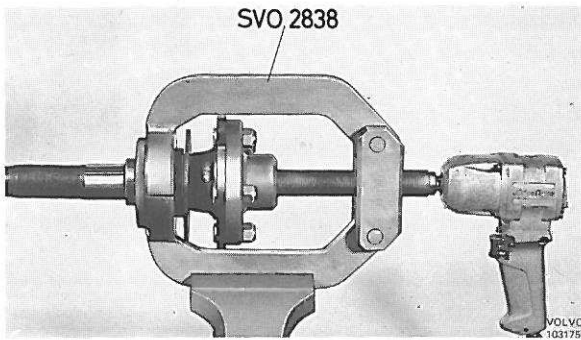
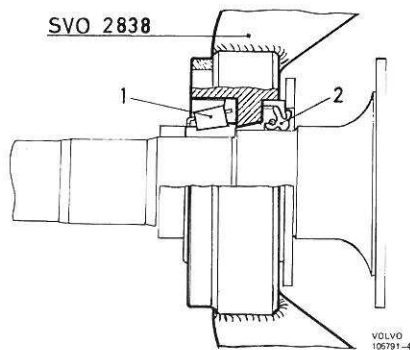

Figure 30. Démontage du roulement d'arbre de roue motrice
Figure 31. Emplacement des bras de l'outil-presses
4. Fixer l'outil-presser SVO 2838 dans un étau. Bien fixer l'arbre de roue motrice sur le plateau de la broche. Visser la broche jusqu'à ce qu'il soit possible d'appliquer les bras de l'outil contre le roulement, voir figure 30. REMARQUE: La bague d'étanchéité ne doit pas se trouver entre l'outil et le roulement, voir figure 31. Dévisser la broche et extraire le roulement et le jonc de verrouillage. Démontez la bague d'étanchéité.